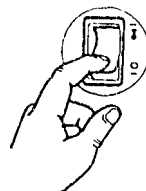

Fig. 3
- d) Avviare il motore premendo l'interruttore (FIG.3).